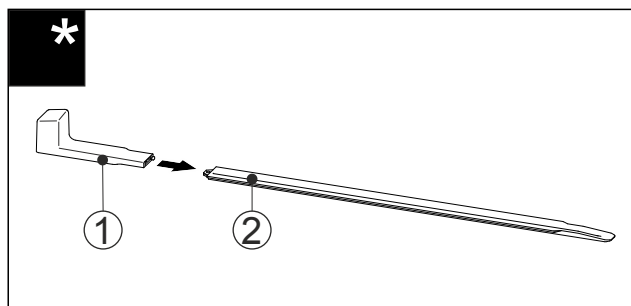

Fig. 59
- Sæt monteringsgrebet Fig. 59 (1) på nivelleringskinnen Fig. 59 (2).